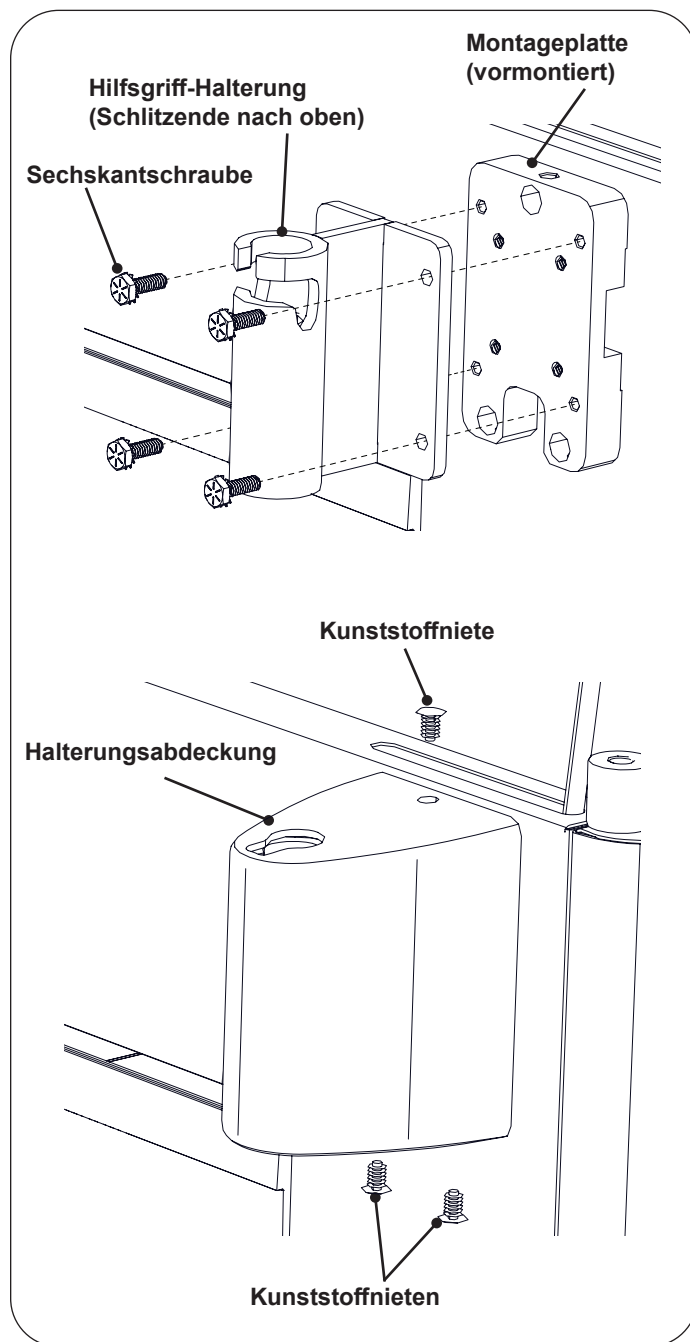

Figure 6. Montage der Patienten-Hilfsgriffe
1. Richten Sie die Hilfsgriff-Halterung auf das Lochmuster der (am Tisch vormontierten) Montageplatte aus. Achten Sie darauf, dass das geschlitzte Ende der Hilfsgriff-Halterung nach oben zeigt. Verwenden Sie 4 Sechskantschrauben, um die Halterung an der Platte zu befestigen. (Siehe Figure 6)
2. Schieben Sie die Halterungsabdeckung mit der Aussparung für das Schlüsselloch nach oben über die Hilfsgriff-Halterung. Richten Sie das obere Montageloch auf das Loch in der Oberseite der Montageplatte aus. Setzen Sie eine Kunststoffniete ein und drücken Sie sie mit dem Daumen nach unten, bis sie mit der Oberseite der Abdeckung bündig abschließt (siehe Figure 6).